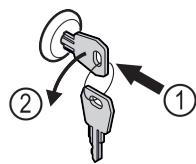

Fig. 159
- Вставьте ключ. *Fig. 159 (1)*
- Поверните ключ на 90° против часовой стрелки. *Fig. 159 (2)*